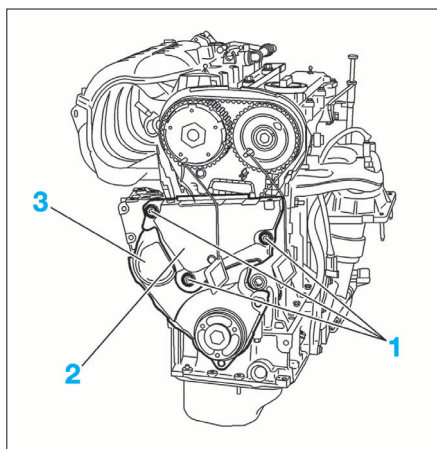

FIG. 25
- les vis (1) du carter (2) du support moteur droit et le déposer (Fig.25).
- le carter inférieur de distribution (3).